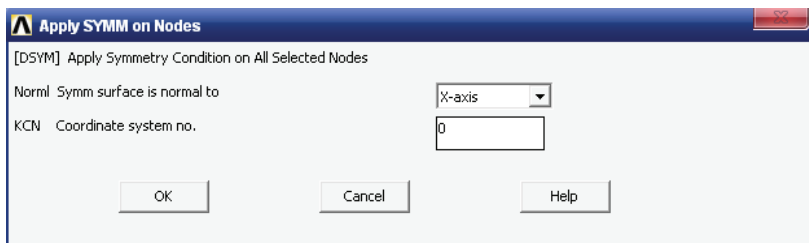

图 3-82 施加对称位移约束对话框
4) 选择 Main Menu | Solution | Define Loads | Apply | Structural | Displacement | Symmetry B.C. | On Nodes 命令, 出现 Apply SYMM on Nodes 对话框, 在 Norml Symm surface is normal to 下拉选框中选择 X-axis, 在 KCN Coordinate system no. 输入栏中输入 0, 如图 3-82 所示, 单击 OK 按钮关闭该对话框。